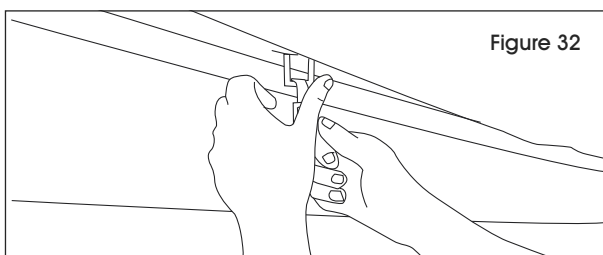

Figure 32
3. Détachez toutes les sangles crocodile hormis les deux situées dans chacun des coins (une sangle de chaque côté du raccord en coin). (Voir Figure 32)